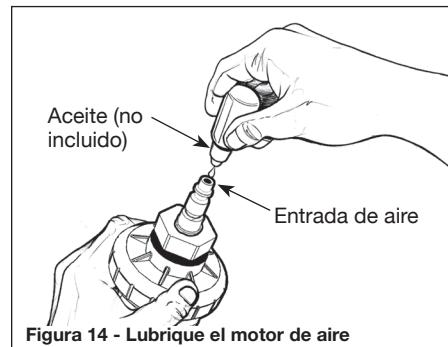

Figura 14 - Lubrique el motor de aire
1. Agregue de 3 a 5 gotas de aceite en la entrada de aire (vea la Figura 14).